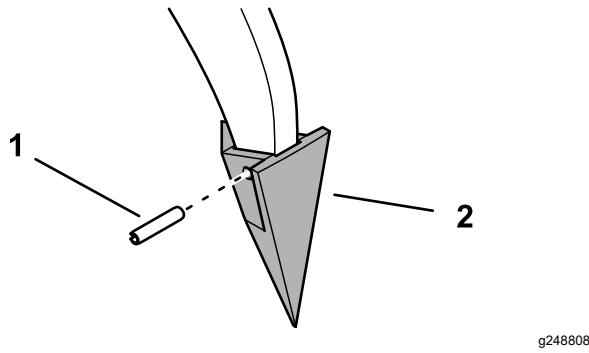

Figure 8
1. Retirez la goupille cylindrique qui fixe la pointe à l'extrémité de la dent et déposez la pointe (Figure 8).
2. Montez une pointe neuve sur l'extrémité de la dent et fixez-la avec la goupille cylindrique (Figure 8).